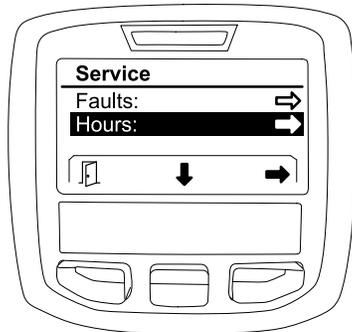

Bild 28
1. Navigieren Sie mit der mittleren Auswahltaste auf die Option HOURS (Bild 28).